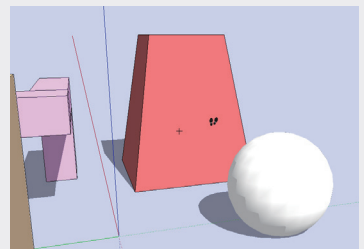

图3-134
- 04 按住鼠标左键左、右拖动鼠标指针，则可以产生转向的漫游效果，如图3-134所示。